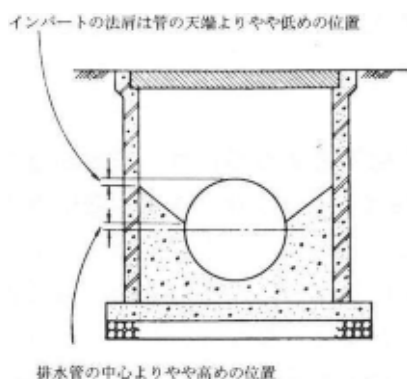

図 5-2 インバートの肩の施工
- 汚水ますのインバートは半円形とし、表面は滑らかに仕上げ、インバートの肩は汚物が堆積しないよう、また、水切りをよくするために適切な勾配を設ける（図 5-2 参照）。